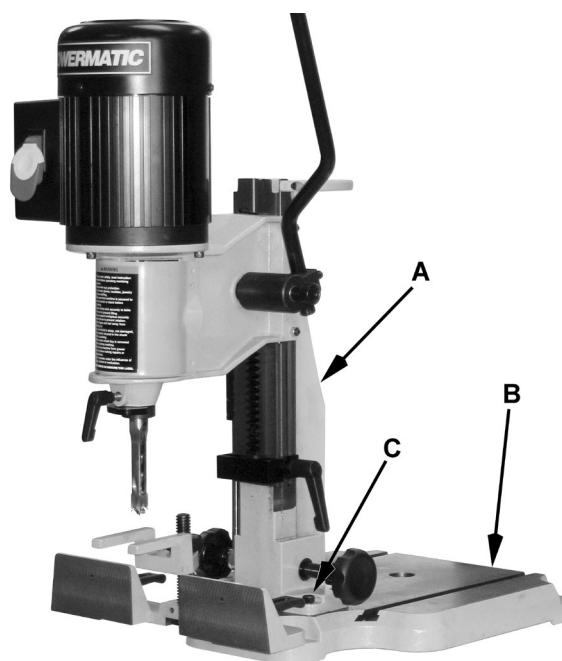

Figura 15
Refiriéndose a la Figura 15:
1. Utilizando llaves hexagonales de 4mm, remueva cuatro *tornillos, arandelas candado y arandelas planas (C)* **Nota:** solamente un tornillo es visible en la Figura 15.
2. Rote la *columna (A)* 180°.